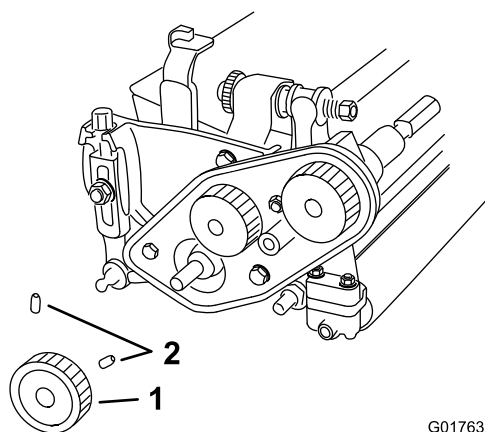

图7
3. 旋松固定下皮带轮的 2 个固定螺丝将皮带轮从滚刀轴上拆下**图7**。